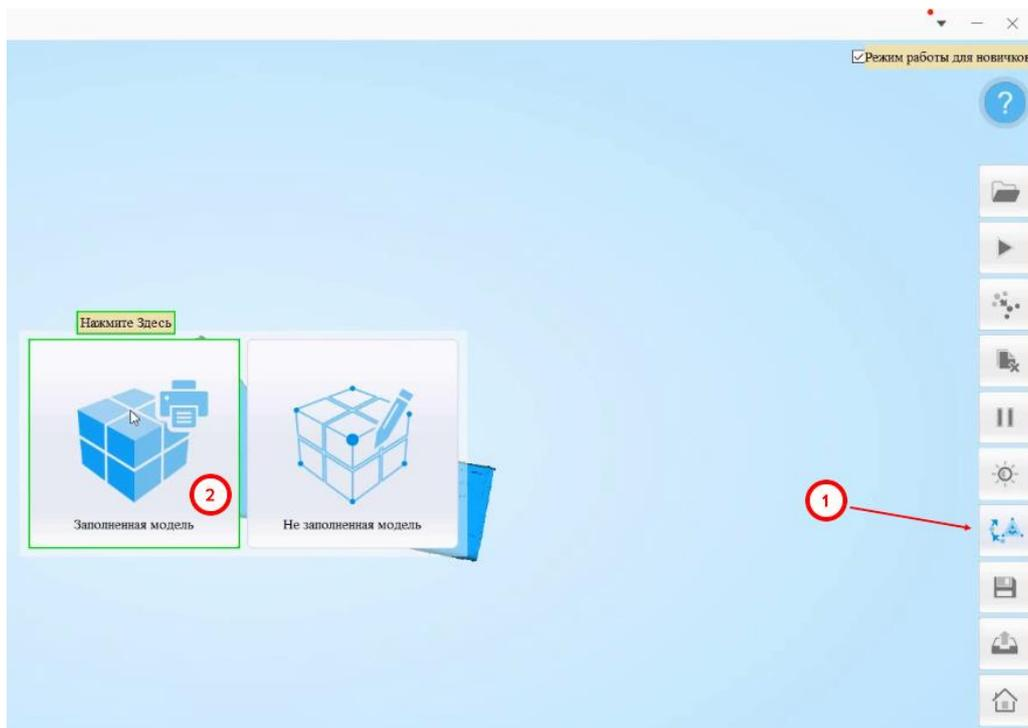

Рисунок 3.10
10. Полученное облако точек необходимо слить в сеть, выбрав заполненную модель (Рисунок 3.10).